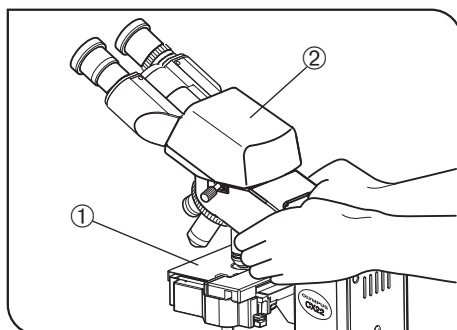

Fig. 2
5. Lors du transport du microscope, le saisir des deux côtés autour de l'orifice du bras comme illustré à la Fig. 2 et le transporter avec précaution.